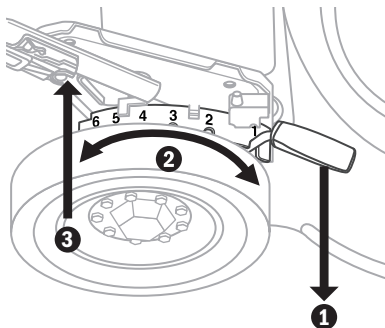

Fig. 6
2. Para cambiar la altura de corte, apriete la palanca de ajuste de altura hacia la rueda (1, Fig. 6).
3. Mueva la palanca hacia arriba o hacia abajo hasta la posición deseada (2, Fig. 6), suelte la palanca para bloquear la rueda en su posición. (3, Fig. 6)